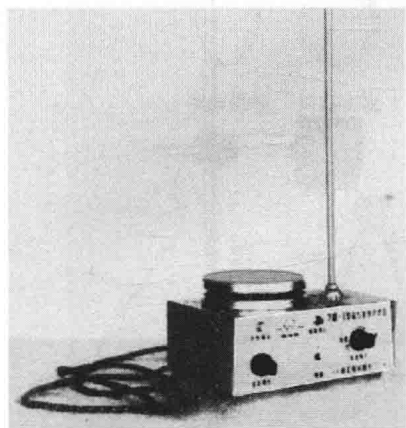
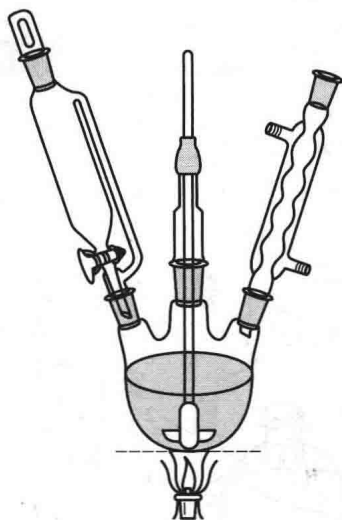

图 0-6 磁力搅拌器
图 0-7 带有搅拌器及滴加液体装置的回流装置
(3) 磁力搅拌器 由电动机、磁钢和搅拌转子组成,如图 0-6。搅拌转子是一块包有玻璃或塑料外壳的软铁,将转子放入反应容器中,再把容器放在磁力搅拌器的托盘上,接通电源,电动机直接使磁钢转动,带动搅拌转子旋转,达到搅拌的目的。一般磁力搅拌器都同时具有加热、自动控温、调速等功能,使用起来,非常方便。例如,一个带有搅拌器及滴加液体的回流装置,如改用磁力搅拌器,就简便得多了,如图 0-7。
(4) 烘箱 实验室中常用的是电热鼓风干燥箱,温度可以控制在 $50\sim 300^{\circ}\text{C}$,箱内有自动控制系统,使调节好的温度保持恒定。干燥玻璃仪器一般控制在 105°C 左右。调温的方法是:接通电源后,将控温旋钮顺时针方向旋至最高点,此时箱内升温,当温度升至所需温度时,立即将旋钮向逆时针方向慢慢旋回,至红色指示灯灭而黄灯亮时,此处即为该温度的恒温控制点。为了便于以后调温,最好做上标记。易燃、易爆、易挥发,以及有腐蚀性的物品禁止放入烘箱内。烘箱用后,应切断外电源以保证安全。
(5) 冰箱 国际上用星级来标定冰箱冷冻室的温度等级。不同星级冰箱冷冻室的温度如表 0-1: